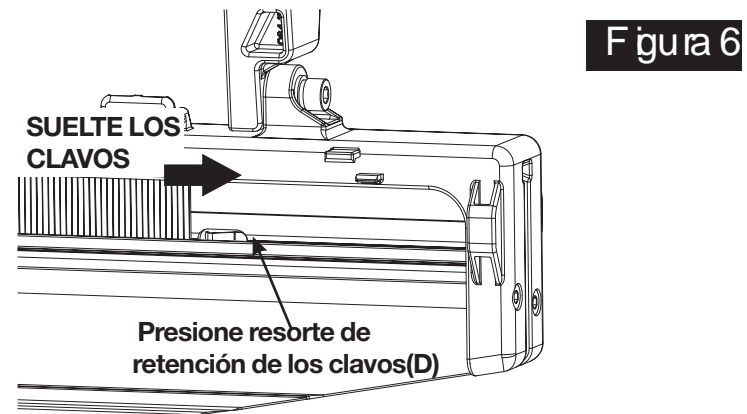

Figura 6
- Una vez que los clavos se hayan deslizado hacia atrás hasta el resorte de retención(D), presione la lengüeta ubicada en dicho resorte de retención para empujar el resorte hacia atrás y permitir que los clavos salgan de la recámara. (Vea figura 6)